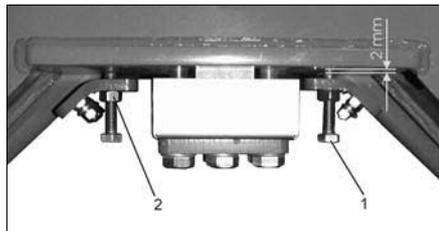

Fig. 37
Régalez les vis de limitation (Fig. 37/1) avec un jeu de 2 mm comme le montre la figure.
- Desserrez le contre-écrou (Fig. 37/2)
- Réglez les vis de limitation (Fig. 37/1)
- Serrez le contre-écrou (Fig. 37/2)